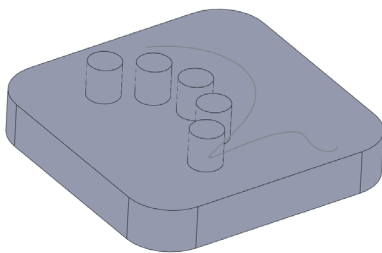

图 6-77 曲线驱动阵列特征效果
(5) 单击【确定】按钮，即可曲线驱动阵列特征，效果如图6-77所示。